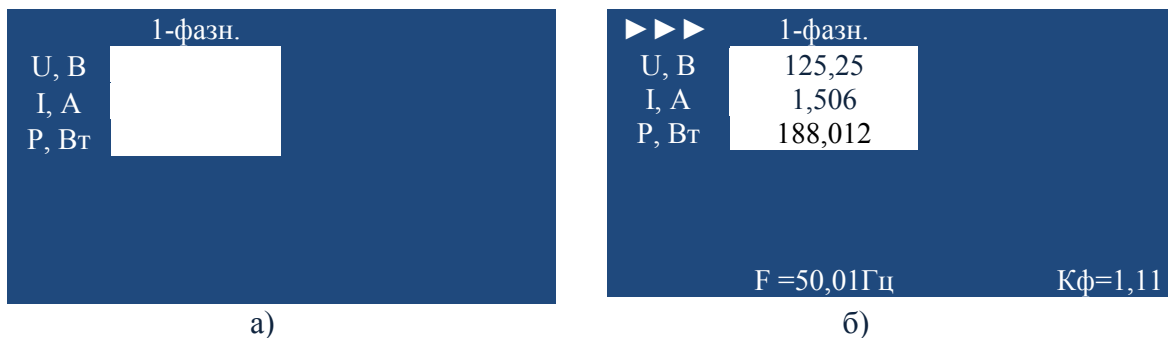

Рисунок 6.2
6.1.1.2 Выбрать режим «Опыт холостого хода», см. рисунок 5.4, прибор перейдет в режим измерения (рисунок 6.2а).